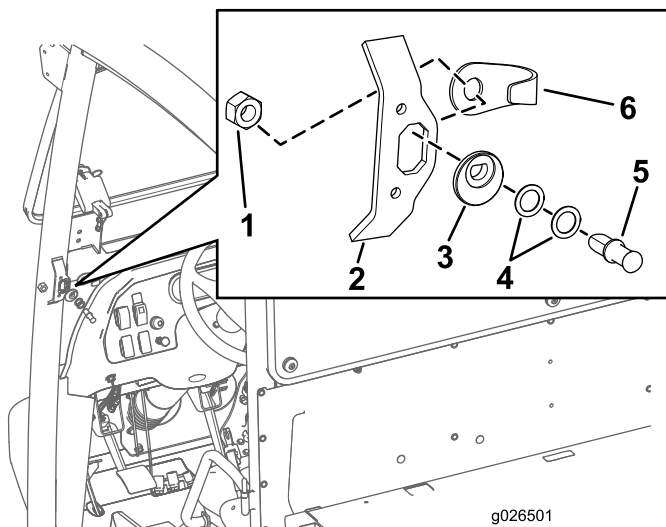

Figura 5
1. Allineate la camma del perno di chiusura con l'apertura nella piastra del gancio di chiusura nella posizione illustrata in Figura 5.
2. Inserite il perno di chiusura (prima senza le rondelle) nella camma del perno di chiusura (Figura 5).
3. Allineate la protezione del perno e il dado esagonale (7/16 poll.) sul retro dell'apertura nella piastra del gancio di chiusura (Figura 5).
4. Serrate il dado esagonale (7/16 poll.) sul perno di chiusura, serrandolo manualmente (Figura 5).